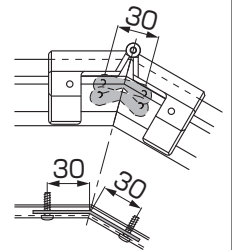

図6-9 前後枿連結金具取付位置
- 前後枿連結金具 (自在) A、Bの取付け位置は図6-9を参照してください。